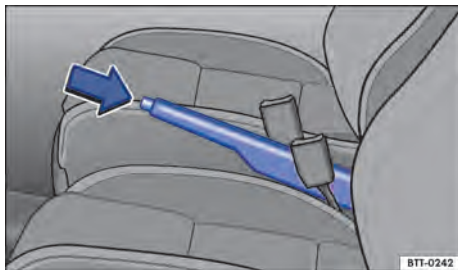

Fig. 112 Entre os bancos dianteiros: alavanca do freio de estacionamento.
- Puxar a alavanca do freio de estacionamento para cima com o botão bloqueador pressionado → Fig. 112 (seta).
- Puxar a alavanca do freio de estacionamento um pouco para cima e pressionar o botão bloqueador → Fig. 112 (seta).